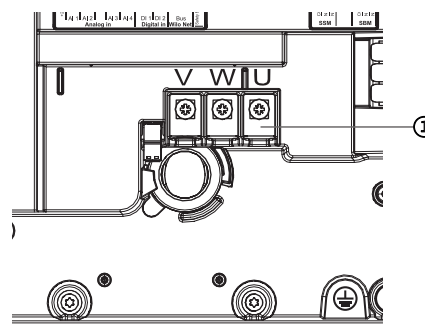

Fig. 115: Ακροδέκτες σύνδεσης κινητήρα V, W, U
5. Αποσυνδέστε το καλώδιο σύνδεσης κινητήρα (Fig. 115).